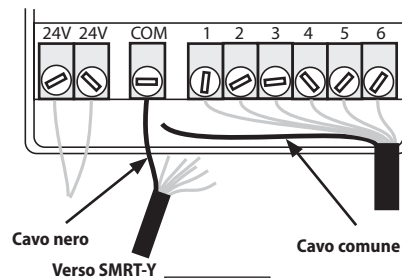

Figura 7
1. Scollegare il cavo o i cavi collegati al terminale "COM" (o comune) sul programmatore. Collegare il cavo nero dall'interfaccia utente SMRT-Y al terminale COM del programmatore (vedere Figura 7).